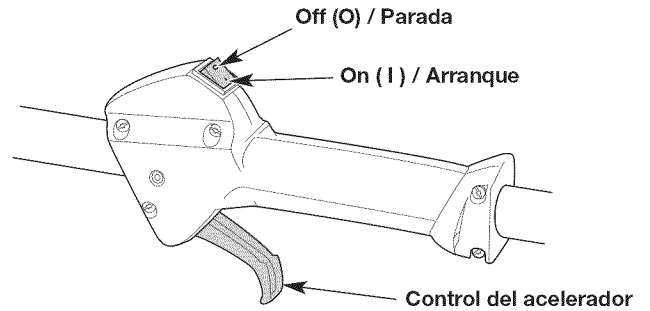

Fig. 8
NOTA: No es necesario encender la unidad. El interruptor de encendido/apagado está en la posición ON (1) (encendido) en todo momento (Fig. 8).
5. Apriete y mantenga oprimido el control del acelerador (Fig. 8).
2. Oprima y mantenga apretado el interruptor de encendido/apagado en la posición OFF (0) (apagado) hasta que el motor se pare por completo (Fig. 8).
NOTA: No es necesario encender la unidad. El interruptor de encendido/apagado está en la posición ON (I) (encendido) en todo momento (Fig. 8).
6. Apriete y mantenga oprimido el control del acelerador (Fig. 8).
2. Oprima y mantenga apretado el interruptor de encendido/apagado en la posición OFF (O) (apagado) hasta que el motor se pare por completo (Fig. 8).